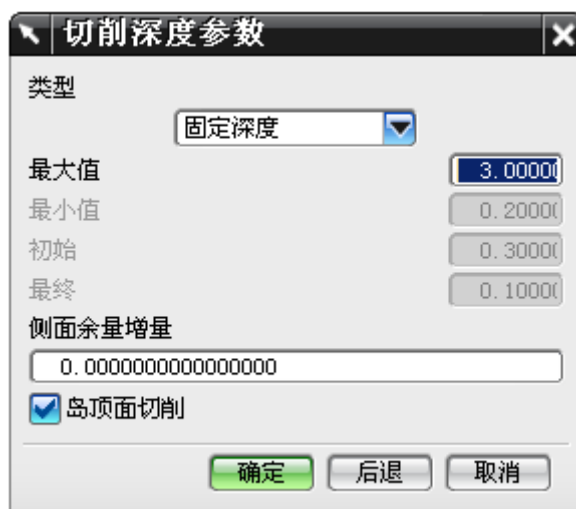

图 8-90
- 单击 ，设置如图 8-90 所示的切深参数，单击 OK。